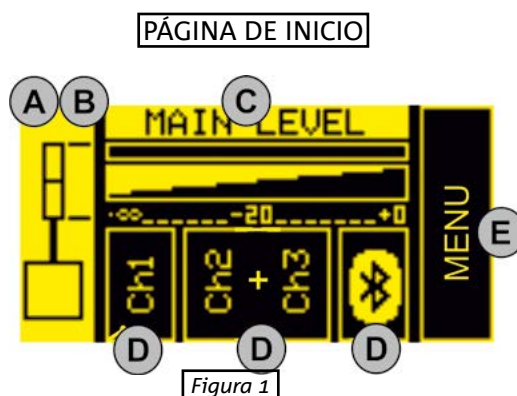

Figura 1
La página de inicio (figura 1) permite realizar las operaciones fundamentales:
A. Seleccione el recuadro izquierdo (figura 1) con el pulsador [5]. Confirme y gire para seleccionar la configuración apropiada. El sistema ES1203 se puede configurar como:
- DOBLE COLUMNA ESTÉREO MASTER LEFT (ML)
- DOBLE COLUMNA ESTÉREO SLAVE LEFT (SL)
- DOBLE COLUMNA ESTÉREO MASTER RIGHT (MR)
- DOBLE COLUMNA ESTÉREO SLAVE RIGHT (SR)